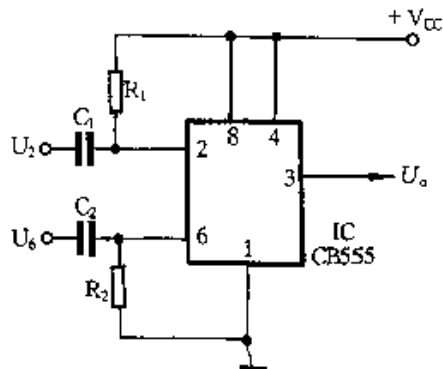
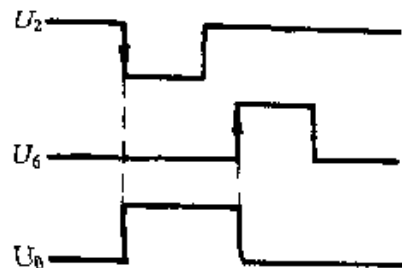

图 2-332
图 2-333
③ 555 时基电路组成的双稳态触发器如图 2-332 所示。在 555 时基电路的置“1”输入端 \bar{S} (②脚) 和置“0”输入端 R (⑥脚), 分别接有 C_1 和 R_1 、 C_2 和 R_2 构成的触发微分电路。当有负触发脉冲 U_2 加至置“1”输入端 \bar{S} (②脚) 时, 输出端 (③脚) $U_o = 1$ 。当有正触发脉冲 U_6 加至置“0”输入端 R (⑥脚) 时, $U_o = 0$ 。电路波形见图 2-333。